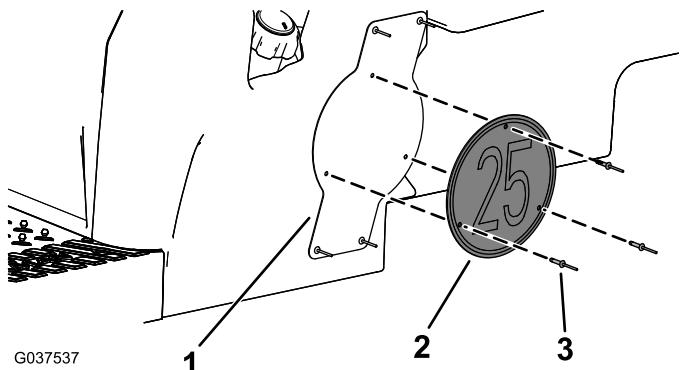

図 12
8. ブラケットに速度表示板を取り付けるポップリベット $3/16 \times 15/16"$ 3本で**図 12**のように取り付ける。